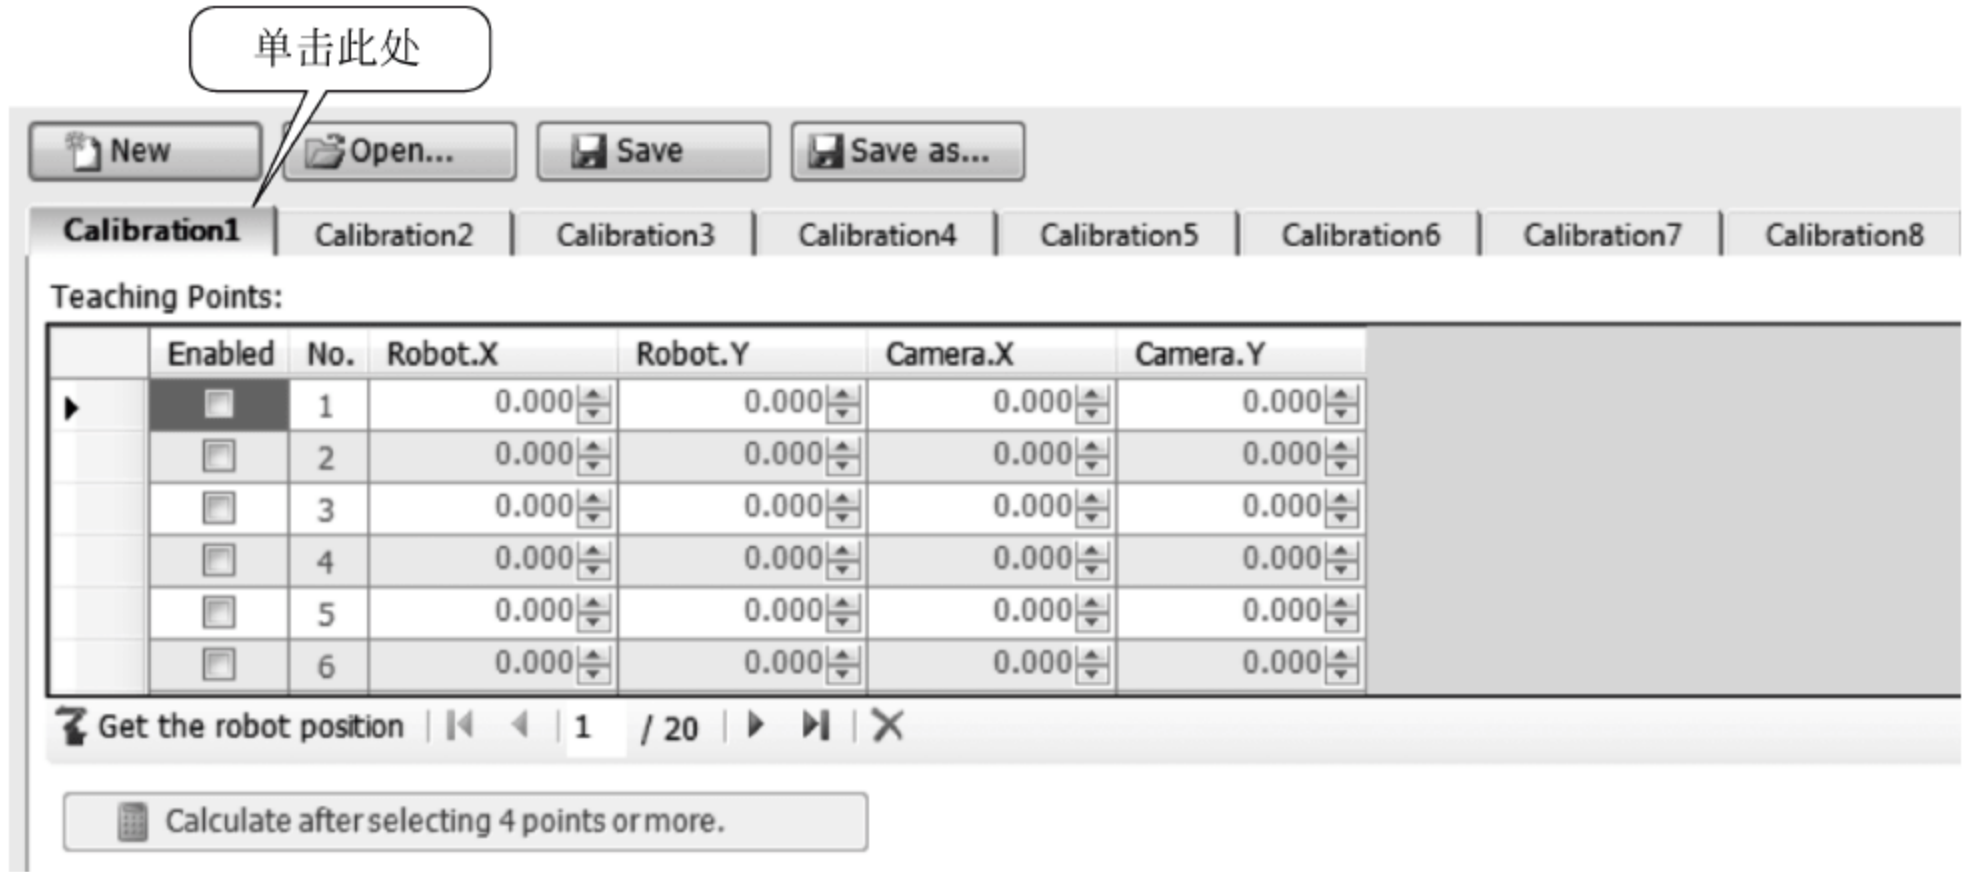

图 26-6 RT 软件设置选择标定序号
- (1) 打开 RT 软件,单击“维护”→2D VISION Calibration,选择 Calibration1(可以选择 Calibration1~Calibration8 中的任何一个),如图 26-6 所示。